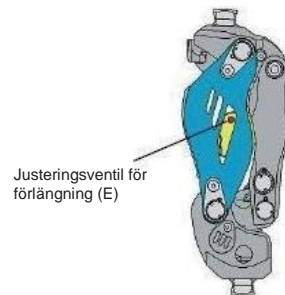
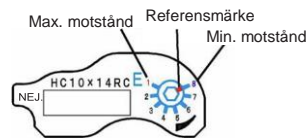

Fig. 13 Placering av ventilen för justering av förlängningen
Fig. 14 Graderad skala för ventilen för justering av förlängning
Om terminal impact inträffar i slutet av svängfasen, justera förlängningsmotståndet. Som visas i fig. 13 är ventilen för justering av extension (E) placerad till vänster sett från användaren. Som visas i fig. 14 är skalan graderad från "1" till "8". "1" motsvarar det högsta hydrauliska motståndet och "8" motsvarar det lägsta. (Referens) Fabriksinställning: "8" Använd en 2 mm sexkantsnyckel för att justera ventilen. Sätt i nyckeln från mitthålet i den främre länkens sidoyta.